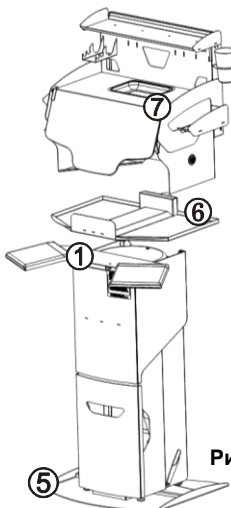

Рис.3
Выкрутить 4 винта и снять поддон (4) с верха УПЗ. Установить Упор и вкрутить этими же винтами поддон из комплекта Бокса (6), рис.3. На УПЗ установить Бокс (7).